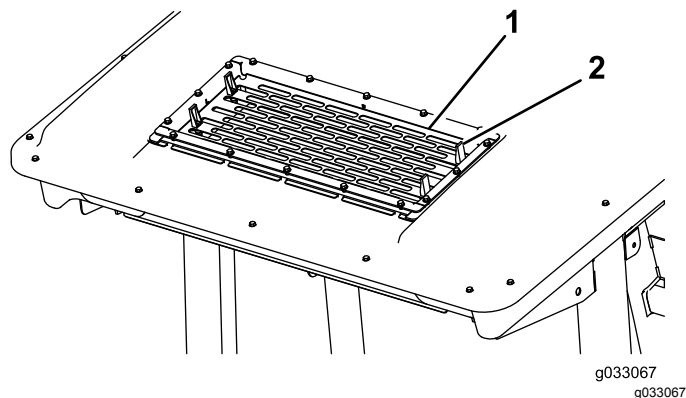

Figura 53
2. Levante las 4 pestañas de la rejilla del aire acondicionado (Figura 53) y retire la rejilla por la parte superior de la cabina.